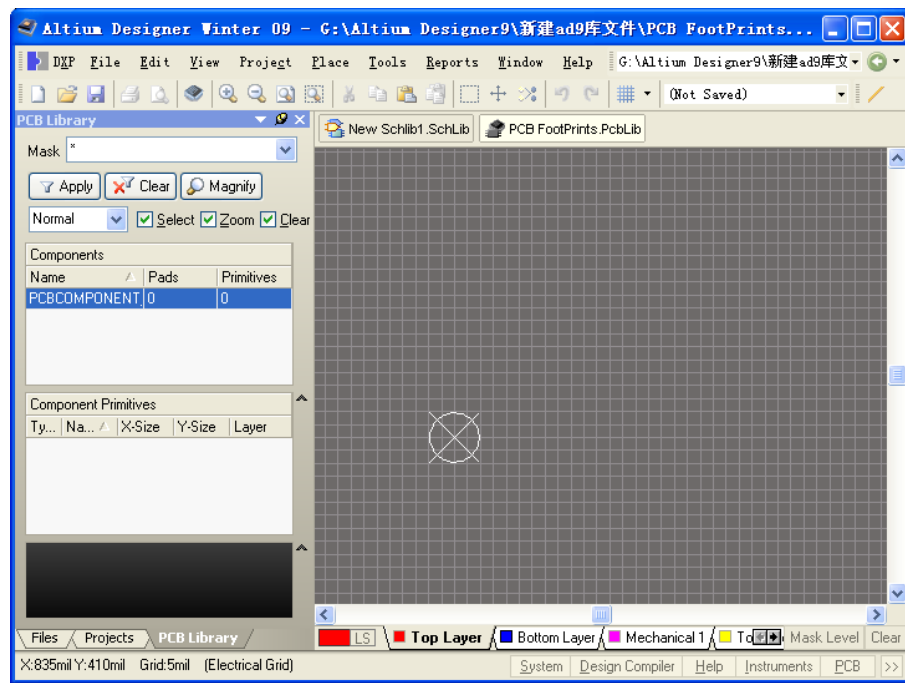

图5-2 PCB Library Editor工作区
- (3) 单击PCB Library标签进入PCB Library面板。
- (4) 单击一次PCB Library Editor工作区的灰色区域并按Page UP键进行放大直到能够看清网格，如图5-2所示。
- 2. 执行Tools → New Blank Component命令（快捷键为T, W），建立了一个默认名为‘PCBCOMPONENT_1’的新的空白元件，如图5-2所示。在PCB Library面板双击该空的封装名（PCBCOMPONENT_1），弹出PCB Library Component [mil]对话框，为该元件重新命名，在PCB Library Component对话框中的Name处，输入新名称LED-10。